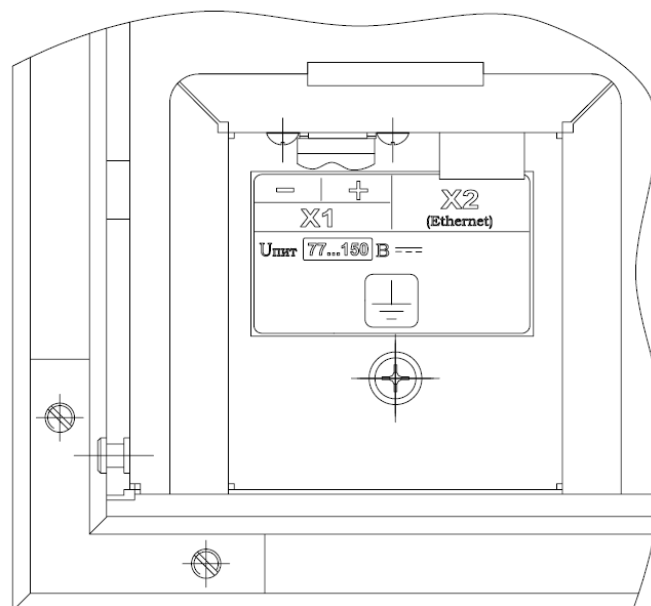

Рис.2 Отсек присоединительных разъемов со снятой крышкой
Разъем питания - X1, и разъем сети Ethernet- X2, расположены на задней стороне панели за съемной крышкой (см. рис.2).
4.2.3 Подключение заземления к панели осуществляется через винт М4, расположенный в отсеке разъемов (см. рис.2).